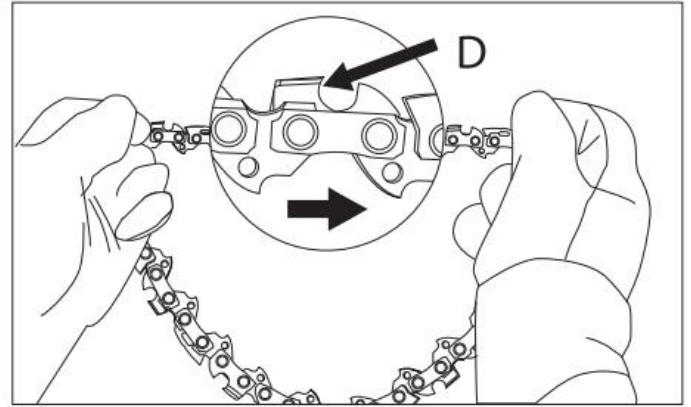

Fig.6
5. Étendez la chaîne en cercle avec les tranchants (D) alignés avec les repères sur le guide-chaîne (fig. 6).